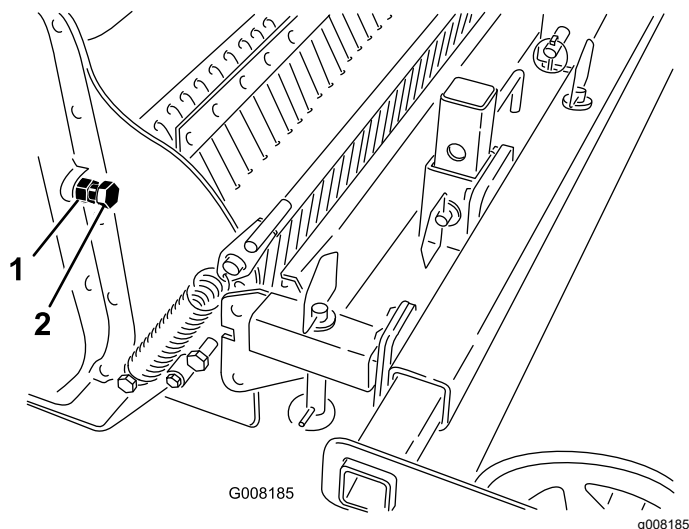

Figura 12
3. Slăbiți contrapiulia de pe urubul de reglare a lanului (Figura 12).
4. Strângeți urubul manual până când simiți rezistență (Figura 12).